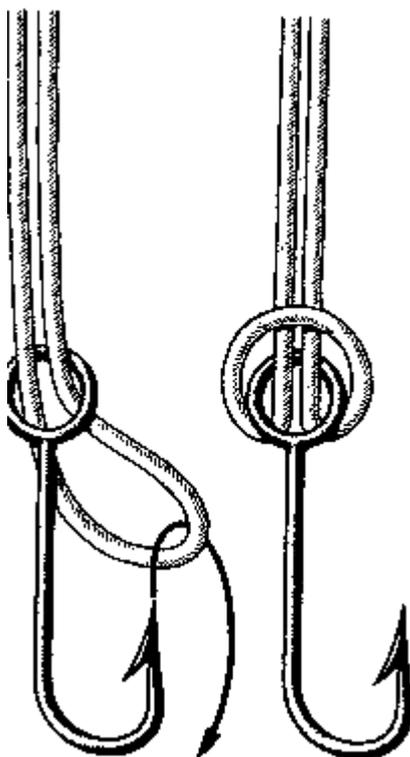

Рис. 119. Глухой узел
**Глухой узел** (рис.119). Если на конце поводка сделана незатягивающаяся петля; самый простой и надежный способ прикрепить к ней рыболовный крючок – это продеть ее конец в ушко крючка и перекинуть через крючок, образовав глухую петлю. Этот способ хорош для хлопчатобумажных лесок и тонких из полиамидных смол. Его можно применить и в том случае, если петля сделана из мягкой проволоки. Этим способом удобно привязывать к леске грузила.